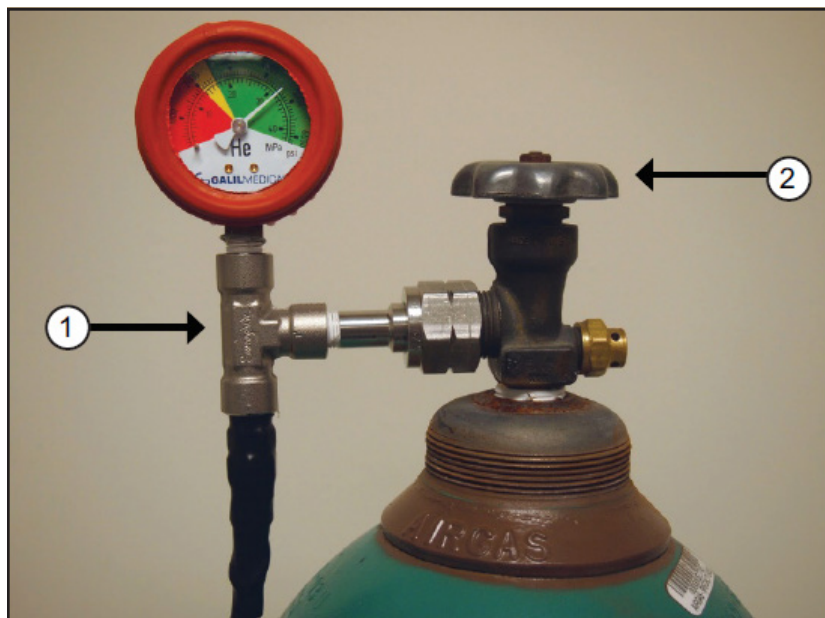

Figura 7. Preparação da botija de gás
7. Ligue a linha de alimentação de gás hélio de alta pressão à botija de hélio, encaixando o adaptador do conjunto do manómetro na ligação da botija (Figura 7).